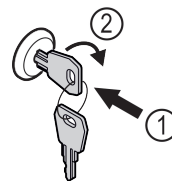

Fig. 151
- ▶ Introducir la llave Fig. 151 (1).
- ▶ Girar la llave 90° en sentido horario Fig. 151 (2).